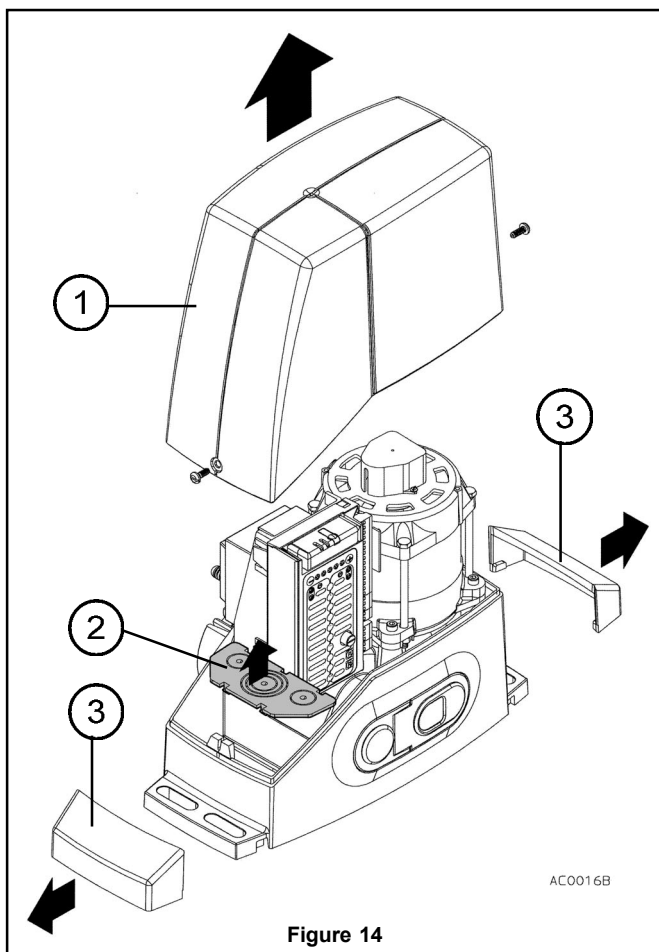

Figure 14
- a) Retirer la protection du moto-réducteur (1 fig. 14), le porte presse-étoupe (2 fig. 14) et retirer les couvercles des pattes de fixation (3 fig. 14).